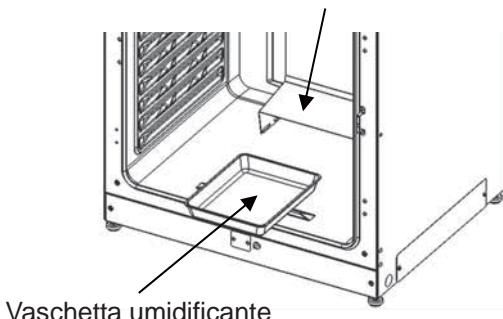

Fig. 1
2. Installare la vaschetta umidificante e il relativo coperchio (Fig. 1).